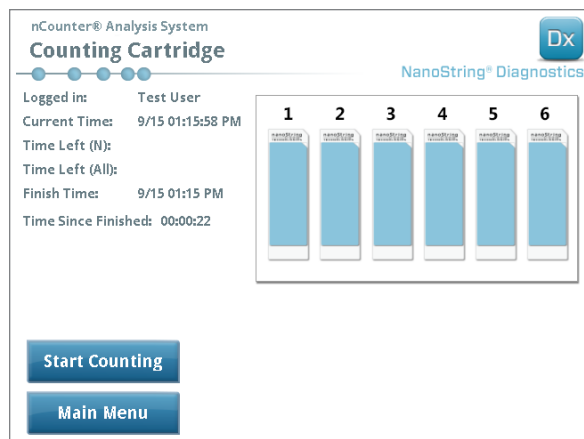

FIGURE 6.8 : Écran « Counting Cartridge » (Comptage de la cartouche) avec six cartouches terminées
7. Quand l'analyse d'une cartouche est terminée, une notification par courriel est envoyée à l'utilisateur et l'écran de traitement change de manière à indiquer que l'analyse de la cartouche est terminée (FIGURE 6.8). Après réception du courriel indiquant que l'analyse est terminée, retirer la cartouche concernée. En cas d'erreur sur l'instrument ou de rapport non disponible, stocker la cartouche dans une boîte opaque (pour la protéger de la lumière) à 4 °C pendant une semaine au maximum. Contacter dxsupport@nanosttring.com pour obtenir une assistance.